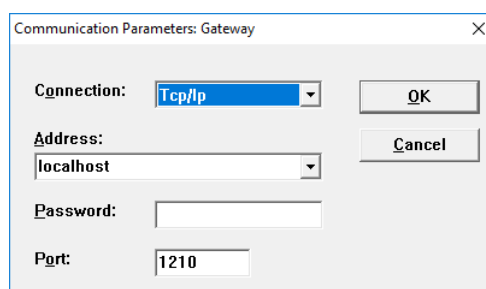

Рисунок 6.17 – Окно команды Gateway
- **Gateway** – вызов окна переключения локальных/удаленных подключений (см. рисунок 6.17);